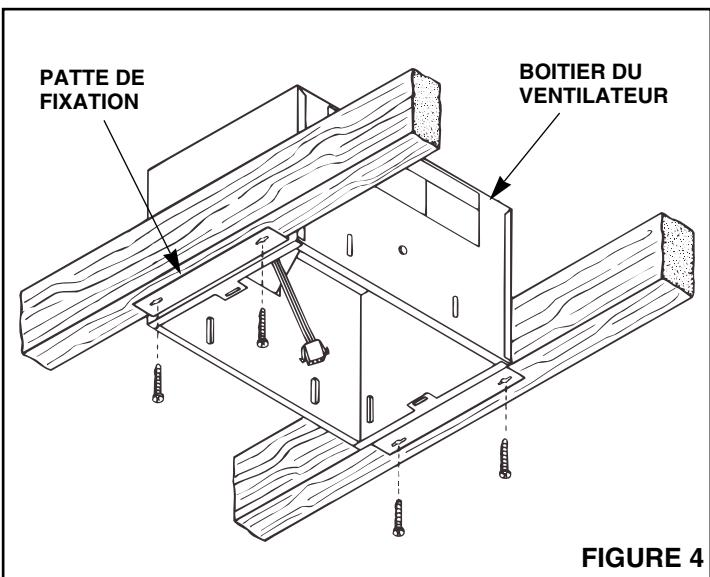

FIGURE 4
2. Voir Figure 4. Fixer le boîtier aux solives en faisant passer les quatre (4) vis (fournies) par les orifices des pattes de fixation.